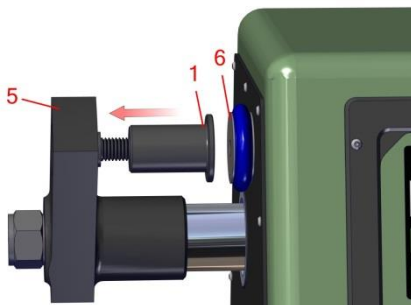
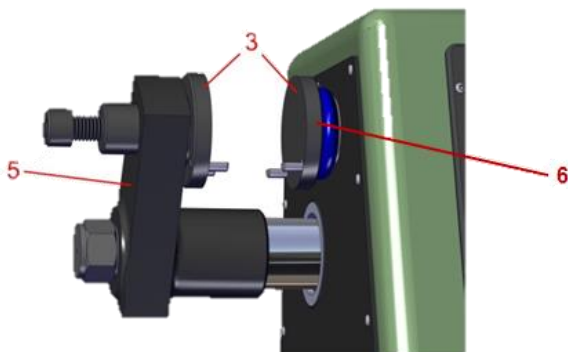
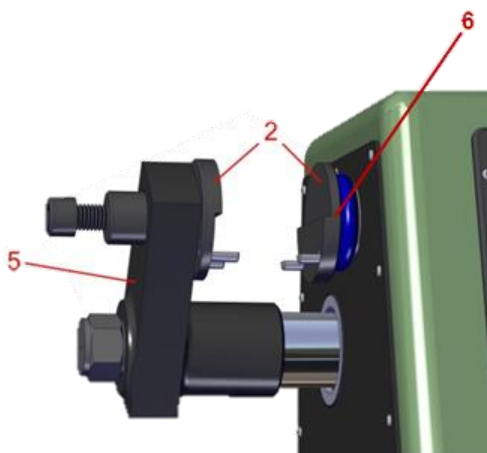

Figura 5.1.2
Figura 5.1.3
Figura 5.1.4
2. Collocare il supporto-morsa regolabile (Figura 5.1.2, particolare 1) sul braccio di serraggio mobile (Figura 3, particolare 12) dell'apparecchiatura per testare la resistenza delle terre da fonderia (vedere Figura 5.1.2, particolare 5).
3. Scegliere o le due morse da taglio (Figura 5.1.4, particolare 2) o le due morse di compressione (Figura 5.1.3, particolare 3). Allineare i perni posti sul retro delle morse ai fori situati sul braccio di serraggio mobile (Figura 5.1.2, particolare 5) e sul supporto-morsa fisso (Figura 5.1.2, particolare 6). Far scorrere delicatamente le morse sul braccio mobile e sul supporto-morsa fisso.
Fare riferimento alla Figura 5.1.3. che mostra fotografie dettagliate di morse di compressione correttamente installate sull'apparecchiatura per testare la resistenza. Fare riferimento alla Figura 5.1.4 che mostra fotografie dettagliate delle morse da taglio correttamente installate sull'apparecchiatura per testare la resistenza delle terre da fonderia.
Fare riferimento alla Figura 5.1.3. Mostrando foto dettagliate di morsetti di compressione correttamente installati sulla macchina forza. Fare riferimento alla Figura 5.1.4 che mostra le foto dettagliate delle pinze di taglio installate correttamente sulla macchina forza.
3. Posizionare delicatamente un campione di sabbia preparato da 2 "X 2" (50 mm x 50 mm) tra i morsetti di compressione. Il campione di sabbia deve poggiare sui quattro (4) pioli di posizionamento situati sul fondo dell'accessorio del morsetto di compressione. La superficie del campione di sabbia che si trovava sul punto di estrazione deve essere posizionata contro l'accessorio del morsetto a compressione collegato al supporto morsetto fisso. (Figura 5.1.4, elemento 6)